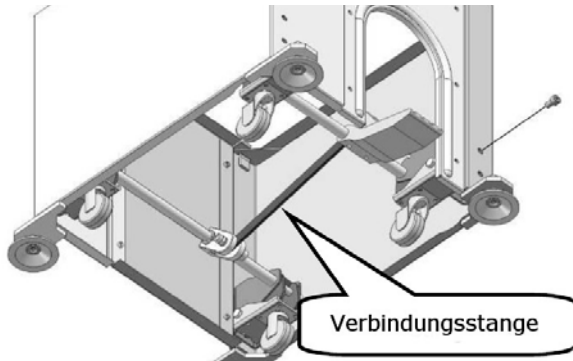

Abb. 9: Montage der Lenkrollenhalterung
Schritt 5: Die vordere und hintere Lenkrollenhalterung am Maschinenuntergestell (Abb.9) montieren.
Schritt 6: Die vordere und hintere Lenkrollenhalterung mit Hilfe der Verbindungsstange (Abb.9) verschrauben.